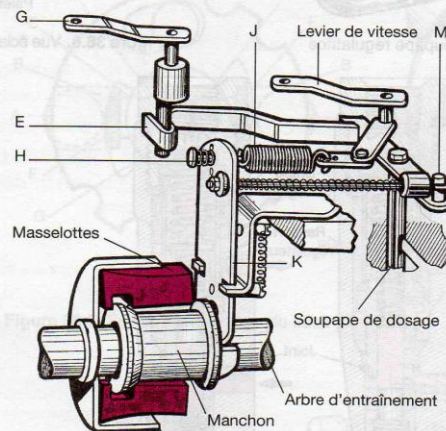

Figure 39.1. Régulateur centrifuge
Le déplacement des *masselottes*, qui s'écartent sous l'action de la force centrifuge, fait coulisser un manchon placé sur l'*arbre d'entraînement*. Il en résulte un pivotement de la soupape de dosage (fig. 39.1) qui corrige l'admission du combustible.
Les variations de vitesse de la pompe sont transmises par les *masselottes* au manchon du régulateur et, par suite, au levier basculeur K (fig. 39.1) :
- levier de vitesse en position ralenti, le levier K est soumis à la seule pression du ressort de ralenti H ; les *masselottes* permettent une régulation de débit selon les fluctuations du régime de rotation du moteur (fig. 39.1).
La barrette d'arrêt E commandée par le levier G peut, à tout moment, ramener la soupape de dosage à la position fermée (stop), quelle que soit la position de l'accélérateur (fig. 39.1).